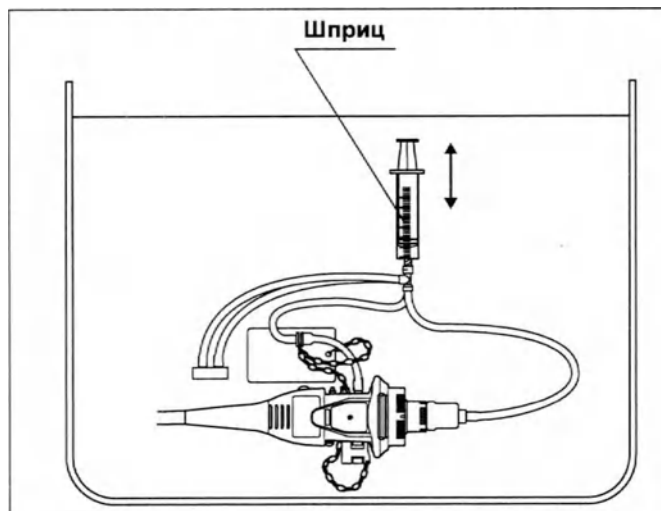

Рис. 5.65
- 6** Полностью погрузив шприц в раствор дезинфицирующего средства, медленно оттяните поршень шприца, чтобы заполнить шприц раствором. Затем с усилием надавите на поршень, чтобы промыть канал подачи воздух/вода 90 мл раствора дезинфицирующего средства (т. е. прокачав содержимое шприца не менее трех раз). Убедитесь, что во время третьей промывки из дистального конца эндоскопа не выделяются пузырьки воздуха. (см. рис. 5.65)